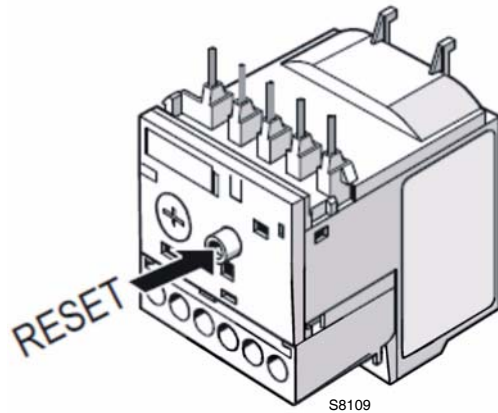

Fig. 31
- Pour débloquer, en cas d'intervention du relais thermique, appuyer sur le bouton "RESET" (Fig. 31).